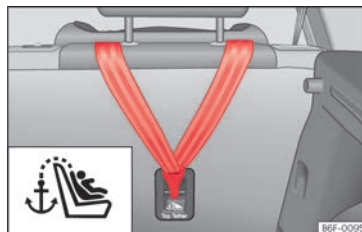
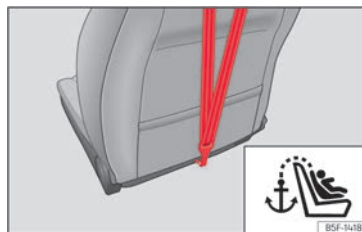

Abb. 43 Rückseite der Rücksitzbank: Halteösen für den Top Tether Haltegurt.
Abb. 44 Rückseite der Beifahrersitzlehne: Verankerung für den Top Tether Haltegurt.
Beifahrersitzes (mit dem Symbol  gekennzeichnet) und bietet einen besseren Rückhalt »» **(Abb. 43), »» (Abb. 44).**
- Den Haltegurt verschieben und ordnungsgemäß an der Verankerung des hinteren Teils der Rückenlehne befestigen >>> **(Abb. 43), >>> (Abb. 44).**